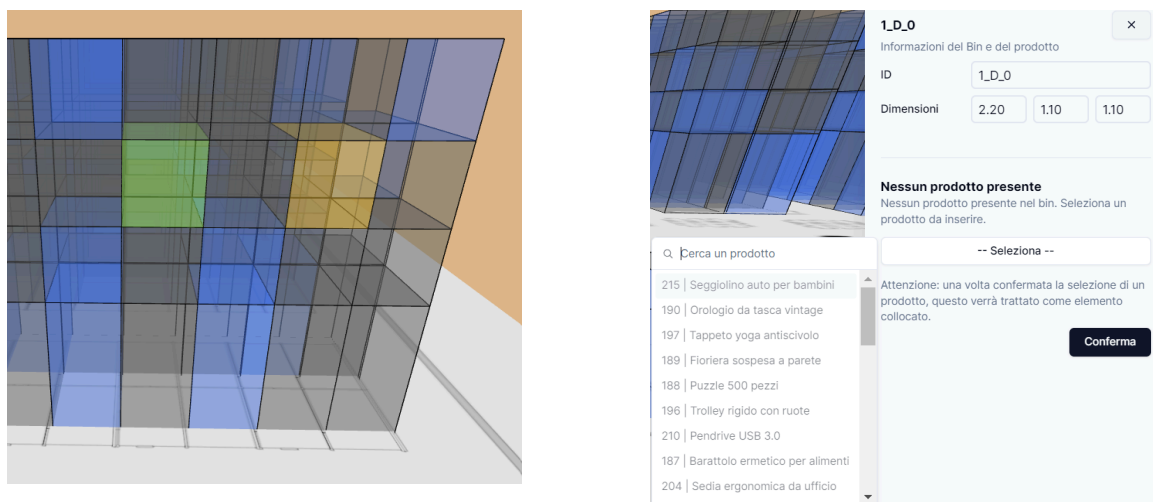

Figura 14: Spostamento prodotti con drag and drop (sinistra), menù spostamento prodotti non collocati (destra)
In basso a destra nello schermo, una notifica avviserà della possibilità o meno di effettuare lo spostamento. In caso di esito positivo, i bin_G di partenza e di arrivo verranno evidenziati rispettivamente in giallo e verde, come rappresentato in Figura 14
- nel menù che apparirà (Figura 14), premere il pulsante **Seleziona**;